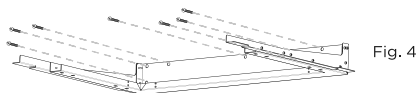

Fig. 4
- Installez le support horizontal sur le mur, en utilisant des ancrages de 7 x 10 x 50 mm et fixez-le avec des vis de 7 x 5,4 x 75 mm et des rondelles de 7 x 5,3 x 20 mm. (Fig. 4). Une fois installé, vérifiez qu'il est de niveau.